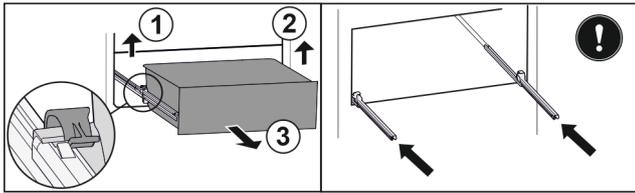

Fig. 97
- ▶ Linke Klemme anheben und gleichzeitig Schubfach links nach vorne ziehen. Fig. 97 (1)
- ▶ Rechte Klemme anheben und gleichzeitig Schubfach rechts nach vorne ziehen. Fig. 97 (2)
- ▶ Schubfach nach vorne entnehmen. Fig. 97 (3)